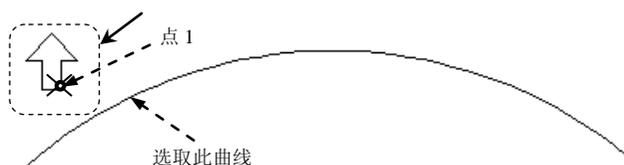

图 6.3.10 选取对象
Step3. 选择对象。在命令行 **选择对象:** 的提示下, 选取图 6.3.10 所示的树形并按 Enter 键以结束选取。
Step4. 选择路径曲线。在命令行选择路径曲线:的提示下,选取图 6.3.10 所示的曲线。
Step5. 在命令行选择夹点以编辑阵列或 [关联 (AS) 方法 (M) 基点 (B) 切向 (T) 项目 (I) 行 (R) 层 (L) 对齐项目 (A) Z 方向 (Z) 退出 (X)] <退出>:的提示下,输入 B,按 Enter 键。
Step6. 定义基点。在命令行指定基点或 [关键点 (K)] <路径曲线的终点>:的提示下,选取图 6.3.10 所示的点 1 (阵列图形上一点)。
Step7. 定义方向。在命令行选择夹点以编辑阵列或 [关联 (AS) 方法 (M) 基点 (B) 切向 (T) 项目 (I) 行 (R) 层 (L) 对齐项目 (A) Z 方向 (Z) 退出 (X)] <退出>:的提示下,输入 Z 按两次 Enter 键结束定义方向操作。